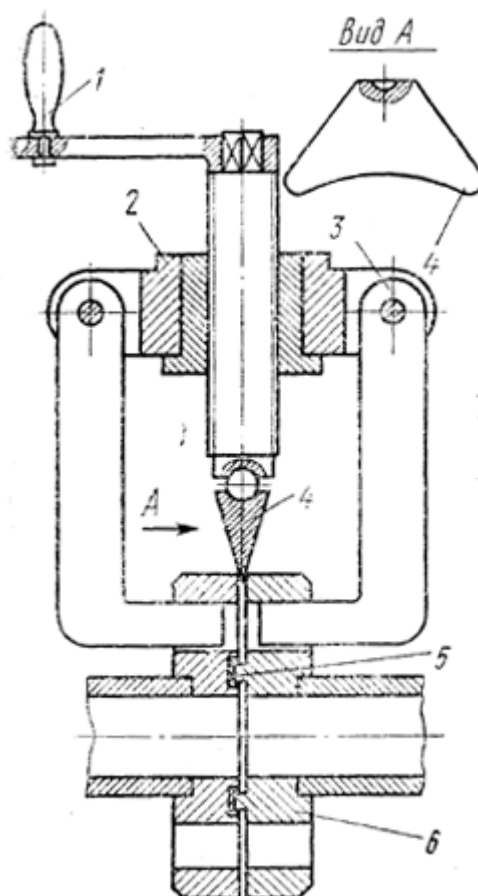

Рисунок 2 – Приспособление для разъединения фланцев
При разъединении фланцев труб не следует вынимать все болты. Два болта оставляют на месте и вынимают после установки остальных проверенных болтов. Для облегчения разъединения фланцев используют специальное приспособление (рис. 2). Лапки захватов (3), шарнирно закрепленные в корпусе (2), вводят в отверстия фланцев (6), распорный клин (4) направляют в зазор между фланцами и поджимают винтом с рукояткой (1).